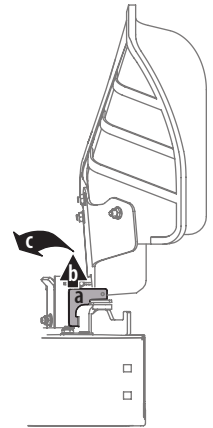

Figura 1
1. El canal se envía sujeto y con un soporte de tope que lo mantiene en posición vertical. Los soportes de tope se deben extraer antes de utilizar el tractor. Consulte la Figura 1.